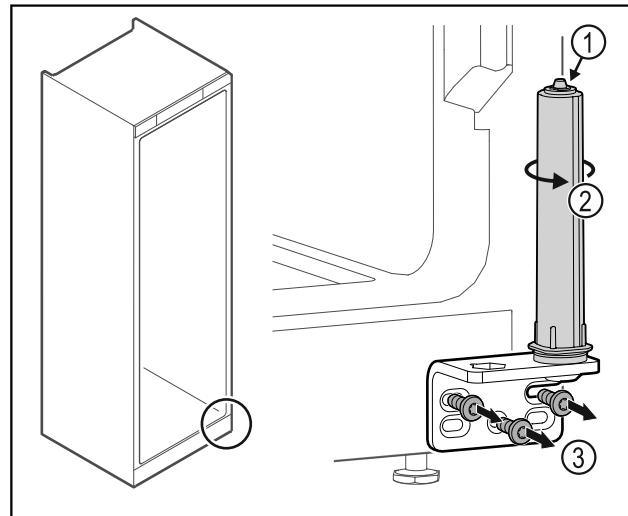

Fig. 38
- Ne razstavite sistema za zaklepanje vrat Fig. 38 (1).
- Obračajte zaporni sistem Fig. 38 (2), dokler ne klikne.
- Odvijte kotnik tečaja vrat Fig. 38 (3).